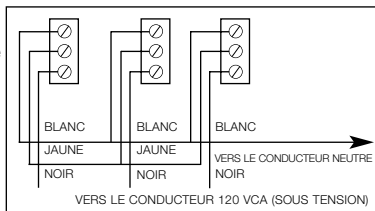

FIGURE 5
- Employez du fil plein ou toronné de calibre 18 AWG au moins. La longueur de fil entre deux détecteurs consécutifs ne doit pas dépasser 1500 pieds (450 m), pour du calibre 18 AWG, ou 4000 pieds (1200 m), pour du 14 AWG (compte tenu d'une résistance de 20 Ω sur le circuit de dérivation) (Figure 5).